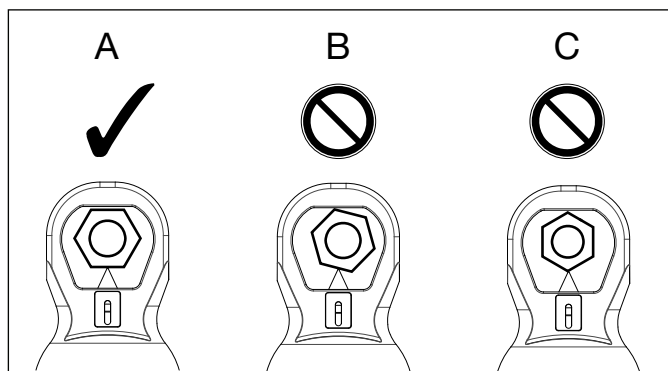

Figura 7: Posicionamiento del cabezal de corte
6. Coloque el cabezal de corte sobre la tuerca, asegurándose de que la cara plana de la cuchilla descansa sobre una de las superficies planas de la tuerca. Coloque la tuerca en el centro del cabezal de modo que la cuchilla corte en el centro de la cara plana de la tuerca. Véase la Figura 7, vista "A".